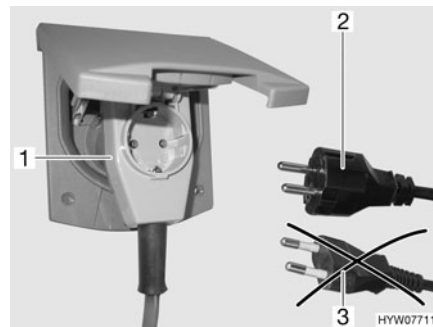

Fig. 140 Raccordement à un adaptateur coudé avec prise de courant
- ▶ Lors de l'utilisation d'un adaptateur coudé CEE 17 muni d'une prise à l'arrière (Fig. 140,1), se servir uniquement d'un connecteur en caoutchouc et scellé IP 44 avec contact de mise à la terre (Fig. 140,2). Ne pas utiliser de connecteur sans contact de mise à la terre (Fig. 140,3).